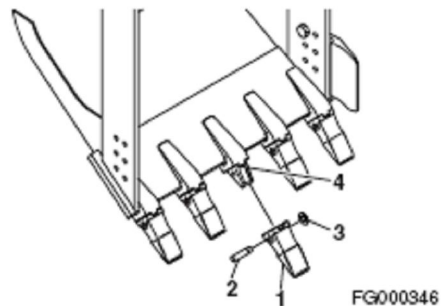

Рисунок 127
2. Чтобы произвести замену зуба (1, Рисунок 127), используйте молоток и пробойник, чтобы выбить из соединительного устройства зуба (4) стопорный палец (2) и стопорную шайбу (3).